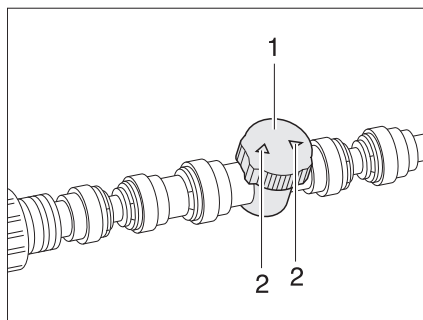

Fig. 118 Régulateur du chauffage du plancher/du réservoir d'eaux usées
- Régler le régulateur (Fig. 118,1) sur le débit désiré (débit max. = flèche (Fig. 118,2) dans le sens de la conduite).
- Tourner le régulateur (Fig. 118,1) de sorte que la flèche (Fig. 118,2) se trouve en travers de la conduite de chauffage.